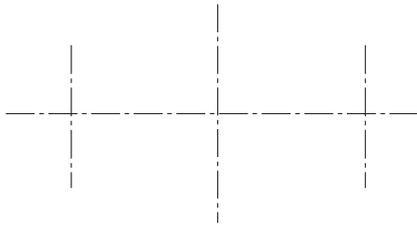

图 2-30 绘制中心定位线
- ③ 绘制定位线、各圆及圆弧。
- 选择“中心线层”作为当前层，绘制中心定位线，如图 2-30 所示。